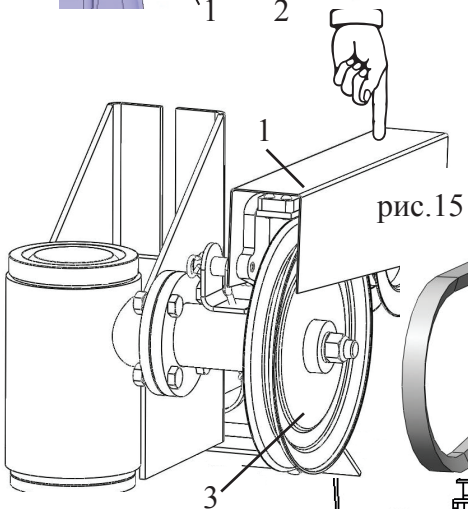
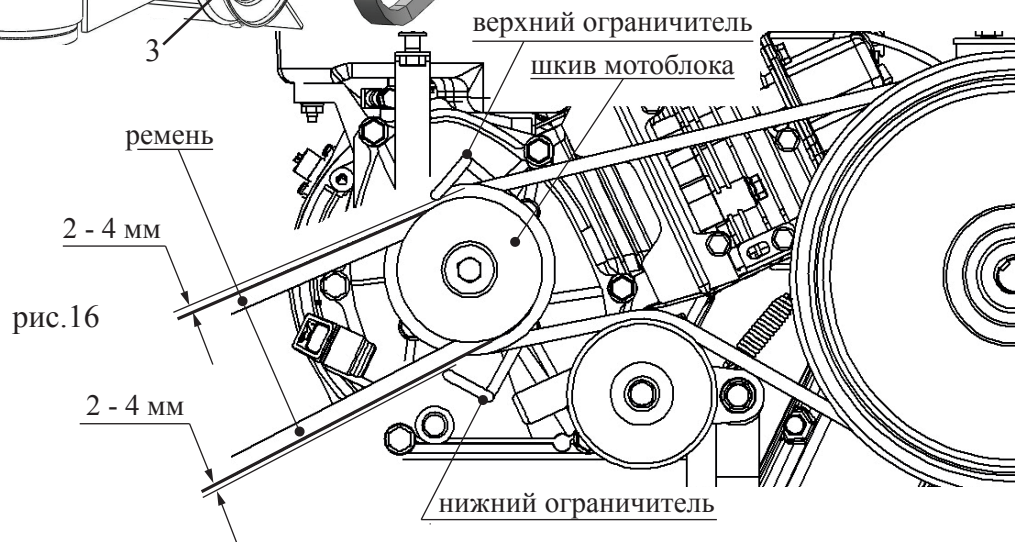

рис.15
рис.16
приведены в приложении 3. При растяжении приводного ремня снять стопор, выдвинуть кронштейн, совместить отверстия, вставить стопор и зашелкнуть скобу. Нажать рукой на привод сцепления косилки (1) и установить ремень (2) на шкив (3) (рис.15). Установить ремень косилки на шкив вала двигателя и отрегулировать зазор между наружной поверхностью ремня и ограничителями от 2 до 4 мм.(рис.16) Регулировка зазора производится при выключенном двигателе и нажатом приводе сцепления (ремень плотно охватывает шкив, см. приложение 3).